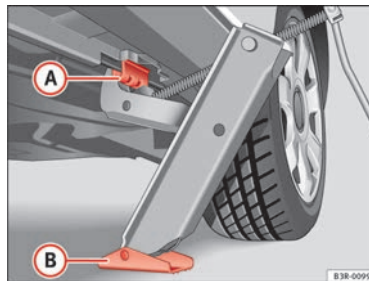

Fig. 199 Cambio de rueda: Gato
- Posicione el gato de modo que su garra envuelva el nervio del larguero inferior ⇒ fig. 199 (A) y que la placa base móvil (B) se apoye plana sobre el suelo.